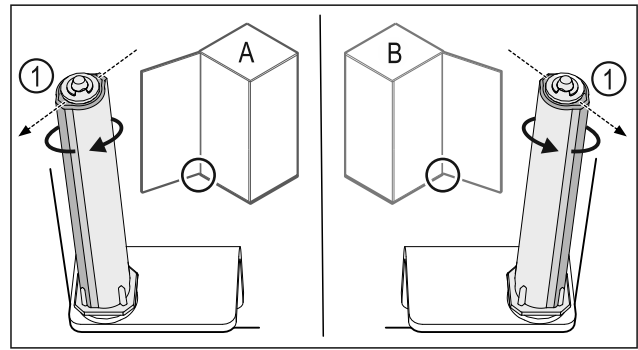

Fig. 26 Bal oldali ütköző (A) / Jobb oldali ütköző (B)
- ▶ Forgassa el a zárrendszert az ellenállással szemben, amíg a zárrendszer Fig. 26 (1) támasztója kifelé nem mutat.